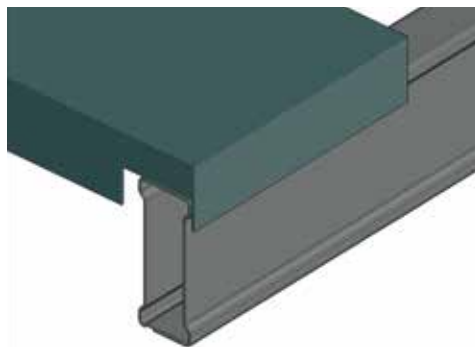

Abb. 81 Traverse mit aufgelegtem Einlegeboden
- die Einlegeböden (Abb. 81) auf IT-/ ITD-/ ITG-Traversen aufgelegt werden.